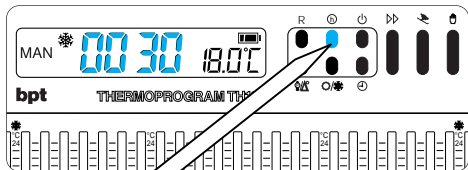
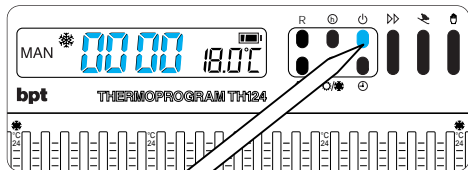

Fig. 34
Fig. 35
**10.1** - Premere il pulsante **h** (fig. 34).
*Per effettuare l'azzeramento del contatore, premere in successione (entro 5 s) il pulsante **h** ed il pulsante **o** (fig. 34 e fig. 35). Dopo l'azzeramento*